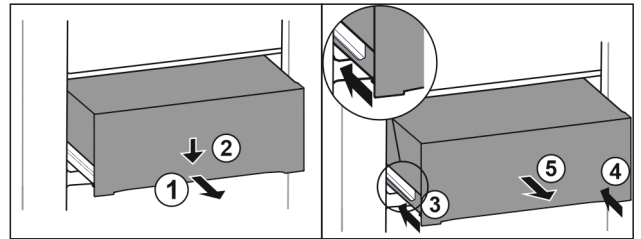

Fig. 133
- ▶ Lade er half uittrekken. Fig. 133 (1)
- ▶ Schuiflade aan de voorzijde omlaag drukken. Fig. 133 (2)
- ▶ Linker rail ca. 2 cm inschuiven. Fig. 133 (3)
- ▶ Rechter rail ca. 2 cm inschuiven. Fig. 133 (4)
- ▶ Lade naar voren toe verwijderen. Fig. 133 (5)